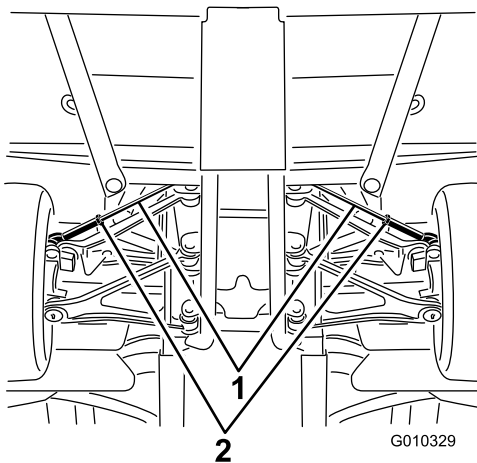

**Рисунок 59**
- Измерьте межцентровое расстояние (на высоте оси) на передней и задней стороне рулевых колес (Рисунок 59). Результат измерения на передней стороне шин должен отличаться от результата измерения на задней стороне на  $0 \pm 3$  мм. Поверните шины на 90 градусов и повторите измерения.